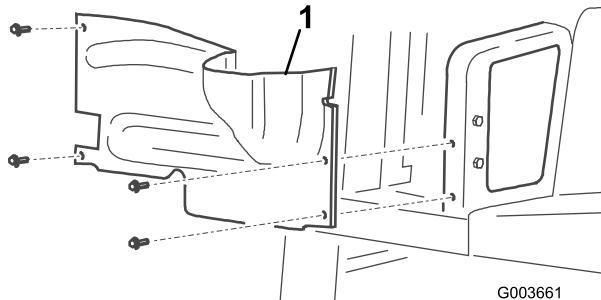

Figure 2
- 5. Retirez les 4 boulons qui fixent la roue droite au châssis et déposez le carénage (Figure 2).